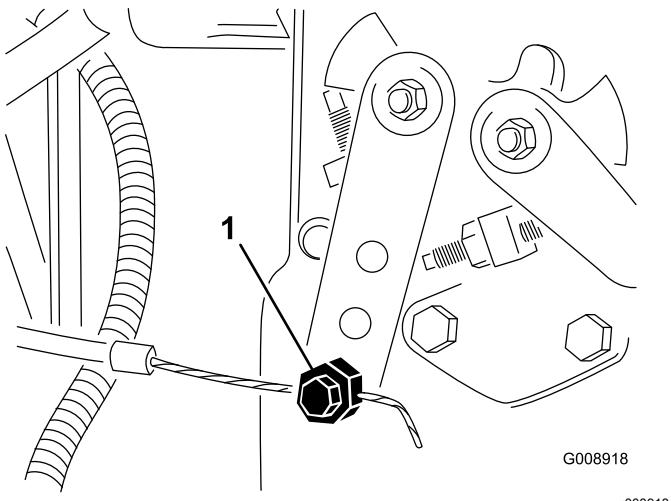

Bild 63
2. Lockern Sie den Anschluss des Gaszugs am Arm der Einspritzpumpe (Bild 63).